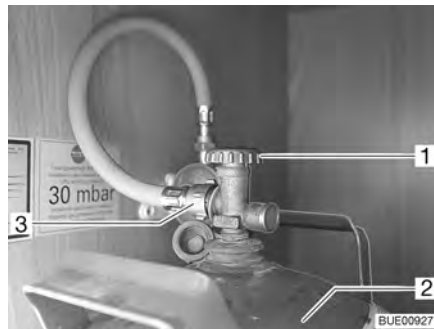

Fig. 89 Compartiment à gaz
- Fermer le robinet principal (Fig. 89,1) de la bouteille de gaz (Fig. 89,2). Observer le sens de la flèche.
- Dévisser à la main la lyre (Fig. 89,3) de la bouteille de gaz (filetage à gauche).